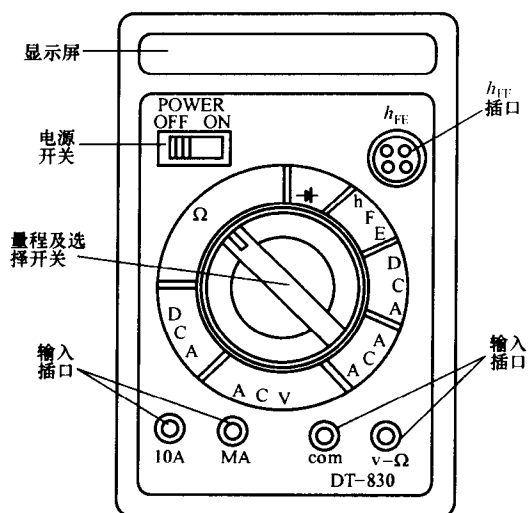

图 1-20 DT830 数字万用表外形图
(2) 数字式万用表。数字万用表又称数字多用表,采用数字化测量技术,各种被测量均转换成电压信号,并以数字形式显示出来。具有准确度高、分辨力高、测量速率快、测量种类多、测量范围宽等特点。数字多用表面板上的功能一般有液晶显示器、量程开关、输入插孔、 h_{FE} 插孔、电源开关。DT830 数字万用表的面板外形图如图 1-20 所示。